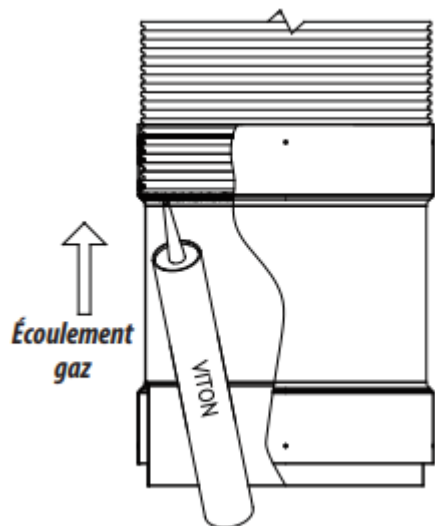

Figure 19-Assemblage Secure Seal Flex
2.2. Poussez l'adaptateur sur la doublure à fond, jusqu'à ce que vous ne puissiez pas voir la marque faite sur la doublure flexible plus tôt (Figure 19). Assurez-vous que le scellant Viton® est bien scellé au niveau du joint à l'intérieur de l'adaptateur en vérifiant l'intérieur de l'adaptateur.